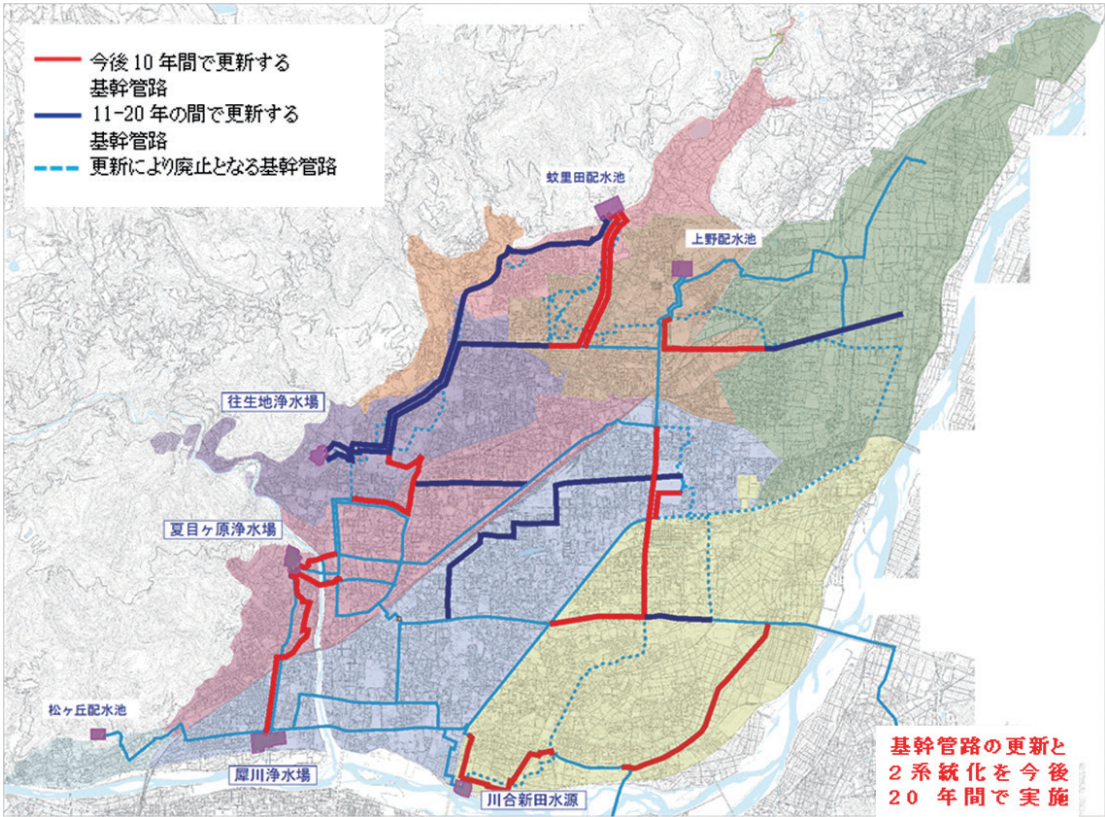

図10 基幹管路の更新計画
- ・基幹管路の大部分は断水できない管路であるため、更新の際は送・配水システムの切り替え手順を踏まえた計画を策定し、今後20年間で、浄水場から主要配水池を結ぶ老朽化した送水管の更新と耐震化を優先的に図る。(図10)